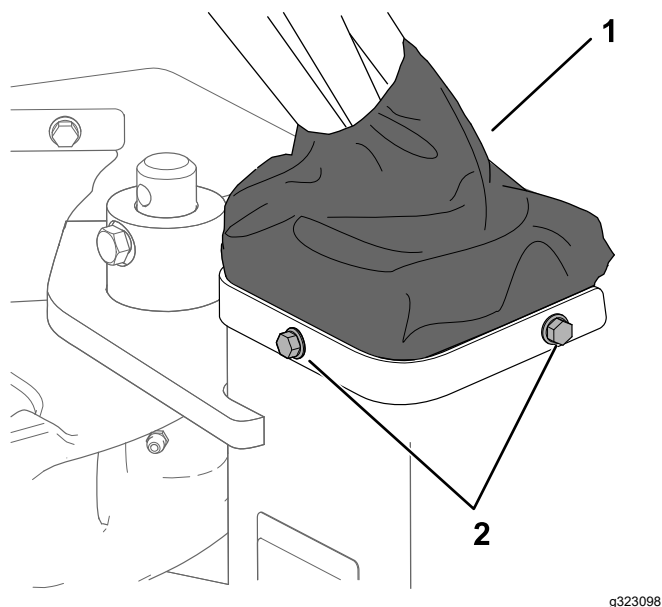

Figura 10
1. Montate la copertura dei flessibili attorno ai tubi flessibili, con l'estremità rastremata verso l'alto (Figura 10).
3. Fissate la copertura utilizzando la staffa sinistra, 2 bulloni ($\frac{1}{4}$ " x 1") e 2 dadi ($\frac{1}{4}$ "), come illustrato nella Figura 10.